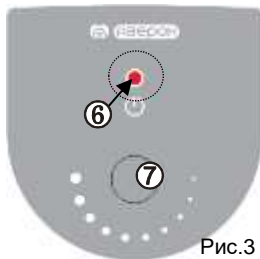

Рис.3
• Включение нагрева отображается светодиодом (6), рис.3.
- не светится (не мигает) – нагрев выключен, ручка (7) в крайнем левом положении,
- при включенном нагреве – кратковременно светится после подключения к сети, а также увеличения заданной температуры ручкой (7), или мигает при поддержании температуры насадки.